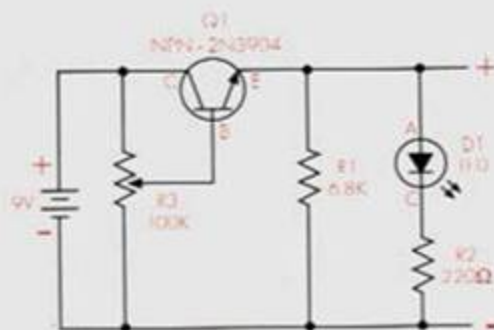

Figura 1. Diagrama esquemático
- Arme en el protoboard el circuito que aparece en el diagrama esquemático (figura 1). Puede usar como guía el diagrama pictórico. Recuerde que puede montar los componentes en cualquier orden, a excepción de la batería, la cual debe conectarse de último.